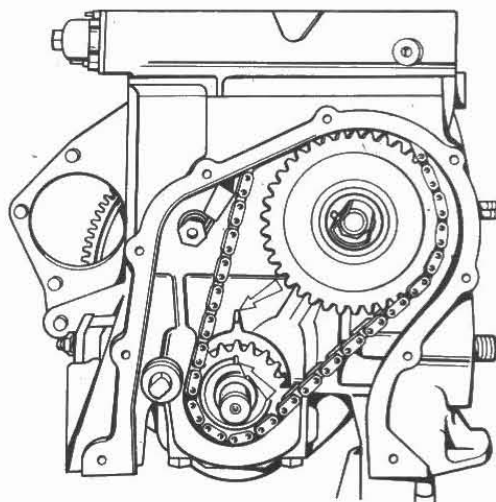
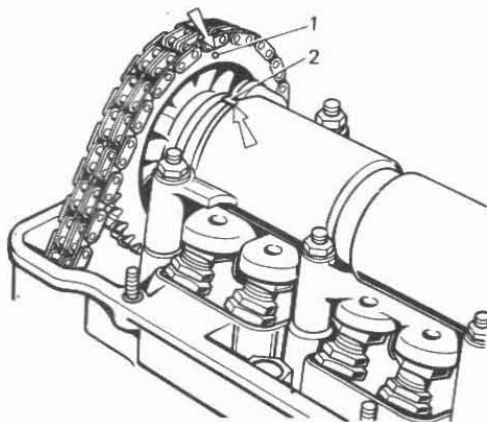

Fig. 2-17. Comprobación de la coincidencia de la marca posicionadora en la polea del árbol de distribución con la marca en el bloque de los cilindros
Fig. 2-19. Comprobación de la coincidencia de la marca posicionadora en la polea del cigüeñal con la marca en el cuerpo de los cojinetes:
Gire el volante de tal modo que la marca en la rueda de estrella del cigüeñal coincida con la marca en el bloque de los cilindros (fig. 2-17).
Coloque la rueda de estrella en el árbol de distribución, montado con el cuerpo de los cojinetes, y gire el árbol de tal modo que la marca situada en la rueda de estrella se encuentre frente a la marca en el cuerpo de los cojinetes (véase la fig. 2-19). Quite la rueda de estrella y, sin cambiar la posición del árbol, coloque el cuerpo de los co-
- ponga la cadena en la rueda de estrella del árbol de distribución y meta en la cavidad de la transmisión, colocando la rueda de estrella de tal modo que su marca coincida con la marca situada en el cuerpo de los cojinetes (fig. 2-19). No apriete el tornillo de la rueda de estrella hasta el tope;
bloque de los cilindros (véase la fig. 2-17) y en el cuerpo de los cojinetes (véase la fig. 2-19);